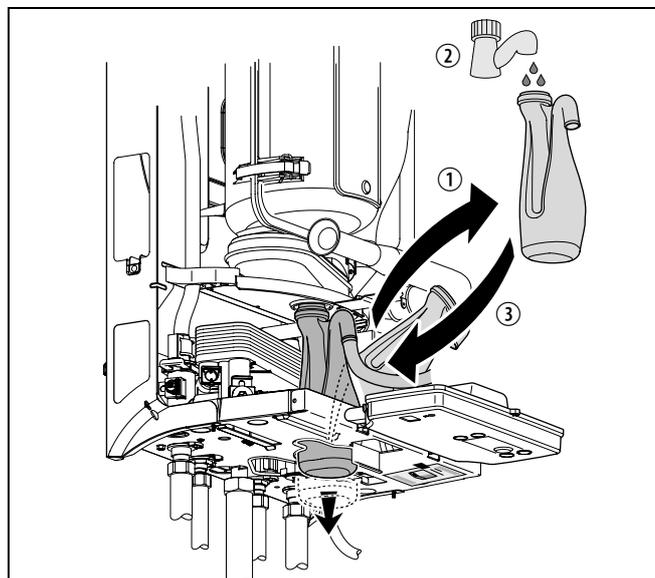

Fig. 13 Riempire d'acqua il sifone
- Estrarre dalla boccola il sifone con la guarnizione ad anello con spigolo di tenuta tirandolo verso il basso ed estrarlo dal dispositivo di evacuazione (fig. 13).